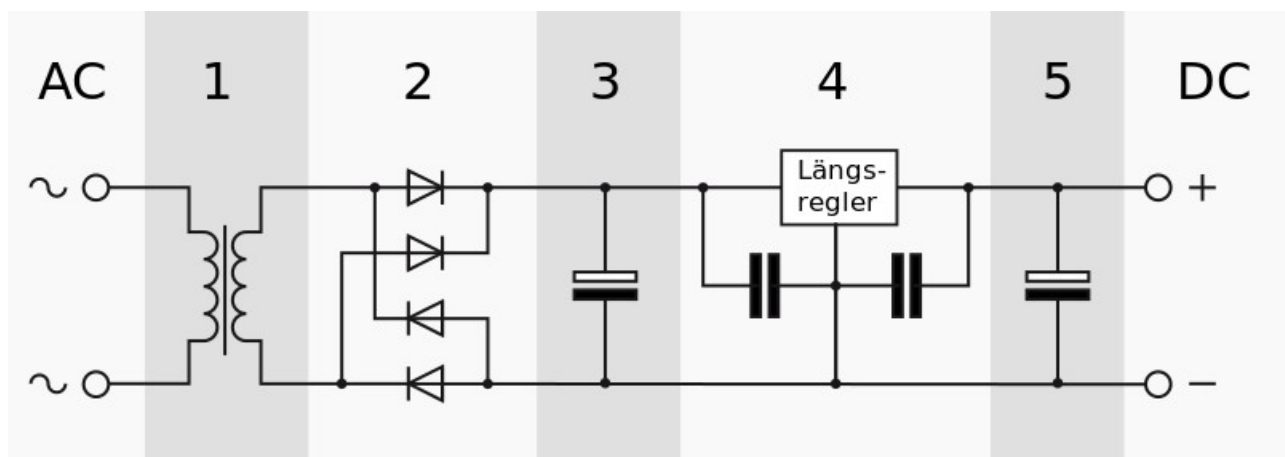

Abbildung 4: Trafonetzteil mit Spannungsstabilisierung
Das Trafonetzteil besteht wie in der Abbildung 4 dargestellt aus einer Wechselstrom Eingangsspannung (AC) welche dann über den Transformator (1) in die gewünschte Spannung umgewandelt wird. Danach wird diese Spannung dann Gleichgerichtet (2) und mittels Kondensator geglättet. Ab hier könnte man die Gleichspannung schon nutzen jedoch ist sie sehr stark von der Belastung abhängig und nicht sehr stabil. Daher wird sie erneut herunter geregelt (4) wobei weitere Energie verloren geht und wieder mit Hilfe eines Kondensators geglättet (5).